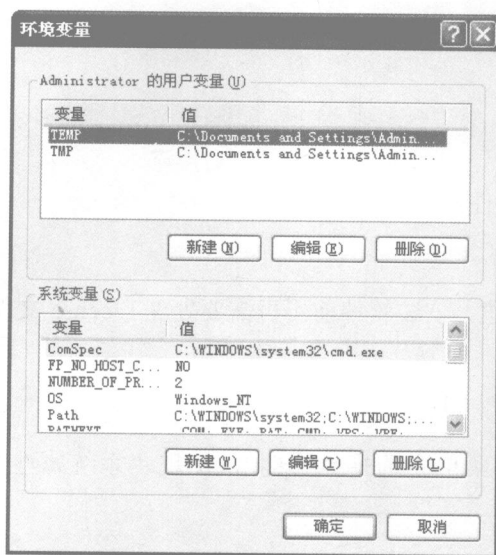

图 1.2.3 “环境变量”窗口
(4) 单击“环境变量”按钮，出现“环境变量”窗口，如图 1.2.3 所示。